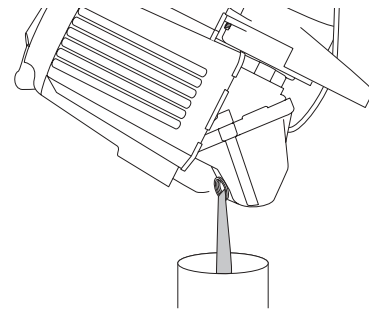

Fig. 20
4. Versez l'huile de l'orifice de remplissage dans un récipient en inclinant l'appareil à la verticale (Fig. 20). Allouez assez de temps pour une vidange complète.